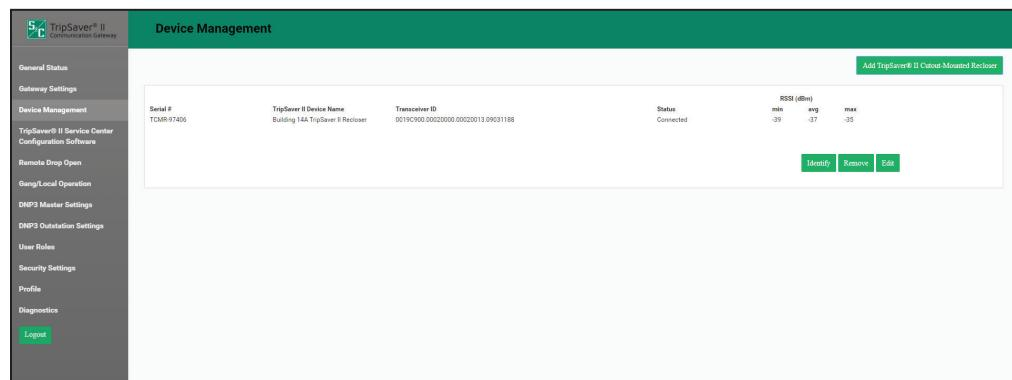

Figura 11. Pantalla de Gestión de Dispositivos tras acoplar un reconnectador TripSaver II.
**PASO 7.** Haga clic en el botón **Aceptar**. El gateway de comunicaciones tardará entre uno y cinco minutos en conectar a el reconnectador TripSaver II. El reconnectador aparecerá en la pantalla *Gestión de Dispositivos* después que la pantalla se actualice utilizando el botón **Actualizar** del navegador. Ver la Figura 11.